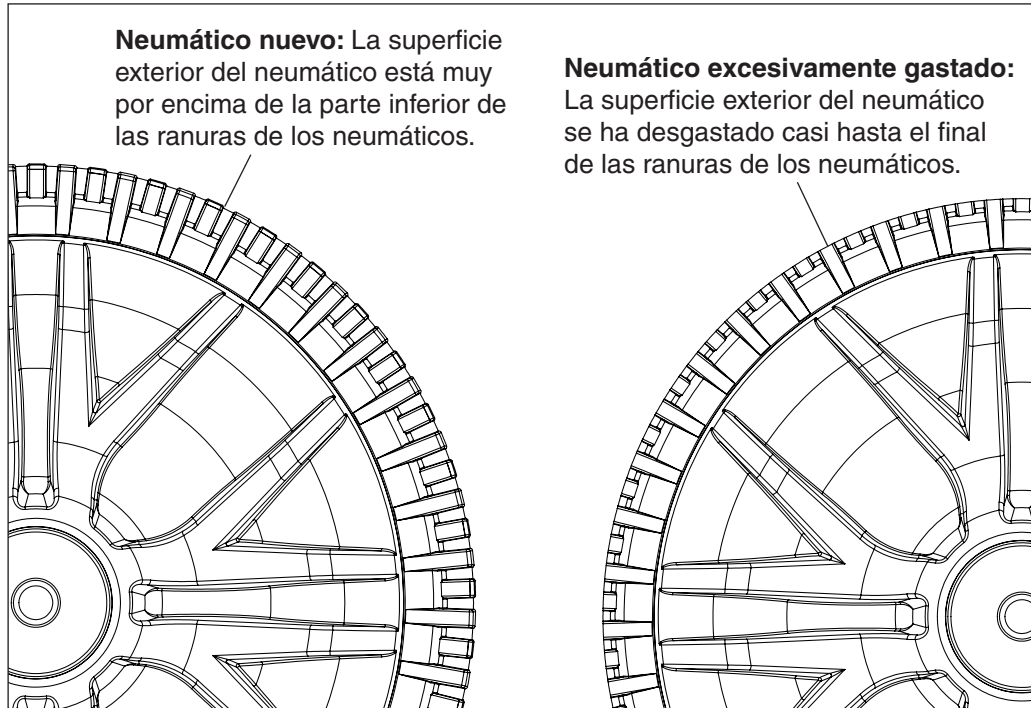

Figura 18
- Los neumáticos no estén excesivamente gastados. Véase la **Figura 18** en la página siguiente.
Tras un uso prolongado, es posible que deba reemplazar los neumáticos de goma del limpiafondos. Cuando la superficie del neumático se ha desgastado hacia las ranuras del neumático, se debe reemplazar el neumático. Véase la **Figura 18**.